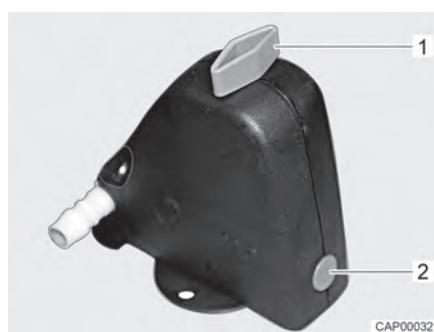
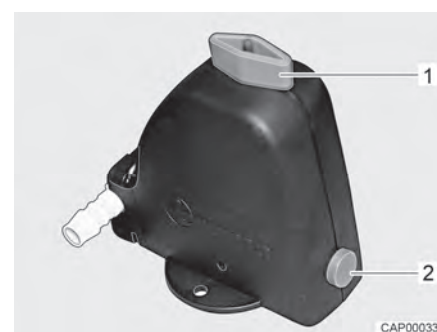

Bild 109 Säkerhets-/avtappningsventil stängd
Bild 110 Säkerhets-/avtappningsventil öppen
- Öppna säkerhets-/avtappningsventil (Bild 109). Vrid vredet (Bild 109,1) mot säkerhets-/avtappningsventilen. Tryckknappen (Bild 109,2) skjuts ut. Den öppna säkerhets-/avtappningsventilen visas i Bild 110.